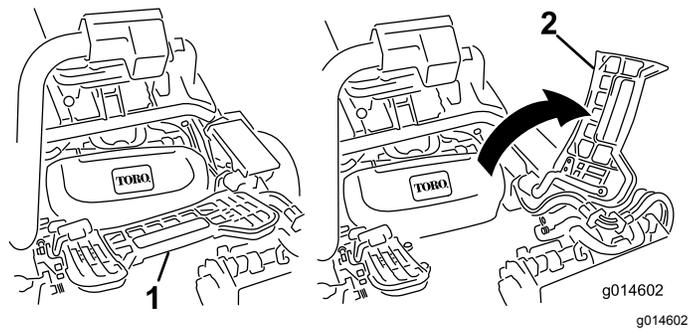

Figura 11
7. Se instalar a unidade de corte central, eleve o apoio de pé e incline-o, permitindo o acesso à posição da unidade de corte central (Figura 11).